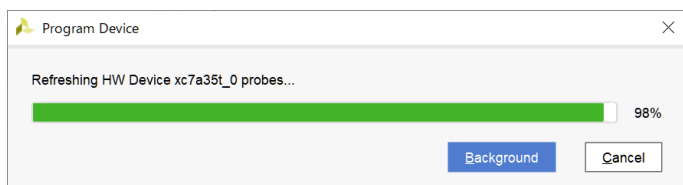

図 11.51 書き込みのプログレスバー
- 20) 以下の書き込みの進捗を示すプログレスバーが表示され、100%に到達し表示が消えた段階で書き込みが完了となる。この状態で動作を実機にて確認することができる (図 11.51)。